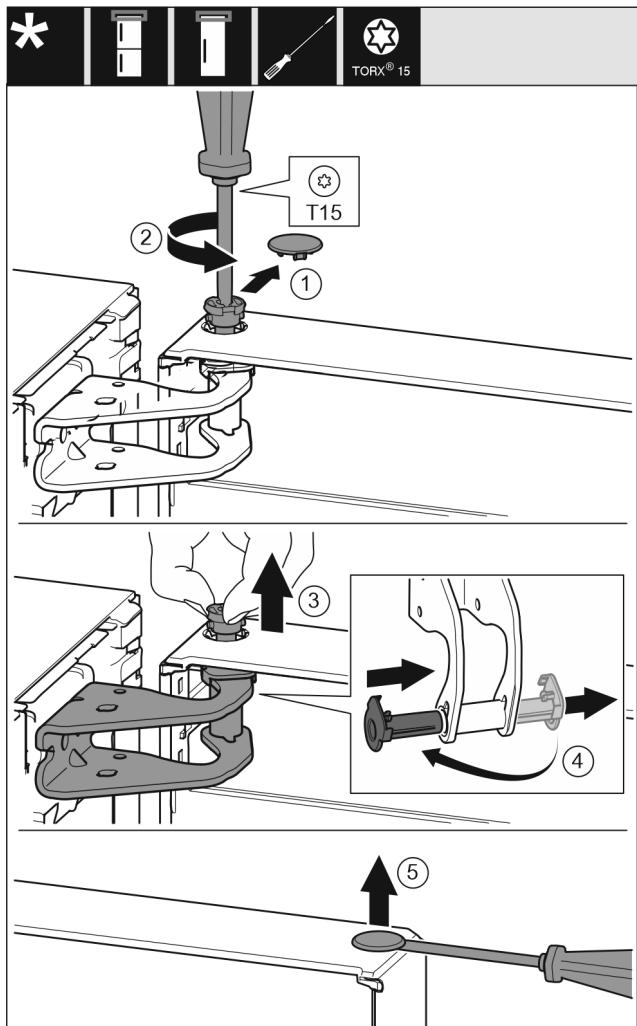

Fig. 10
- Τραβήξτε προσεκτικά το κάλυμμα ασφάλισης. Fig. 10 (1)
► Ξεβιδώστε λίγο τον πείρο με κατσαβίδι T15. Fig. 10 (2)
► Συγκρατήστε την πόρτα και τραβήξτε έξω τον πείρο με τα δάκτυλα. Fig. 10 (3)
► Τραβήξτε το κουζινέτο από τον οδηγό. Τοποθετήστε το στην άλλη πλευρά και κουμπώστε το. Fig. 10 (4)
► Ανασηκώστε προσεκτικά και τραβήξτε έξω την τάπα από το κουζινέτο της πόρτας με ένα ίσιο κατσαβίδι. Fig. 10 (5)